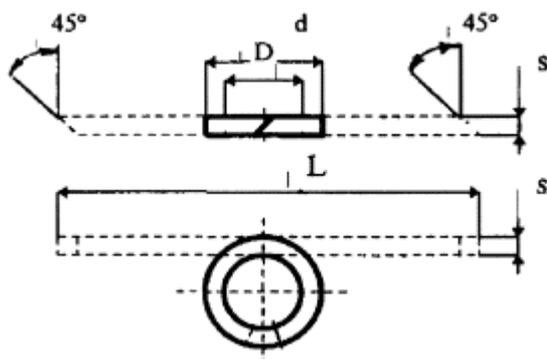

Рис. 2
4.3. Длину заготовки для набивочных колец можно определить по формуле (см. Рис. 2):